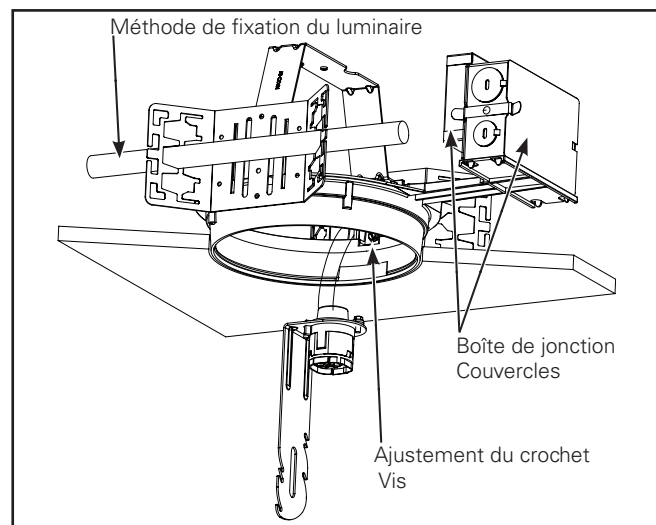

Figure 2.
2. Ajustez les vis de réglage du crochet de façon à ce que le bas de l'anneau de plâtre affleure la ligne du plafond fini. Le crochet de suspension est réversible pour un ajustement total de 5 po. (Figure 2.)